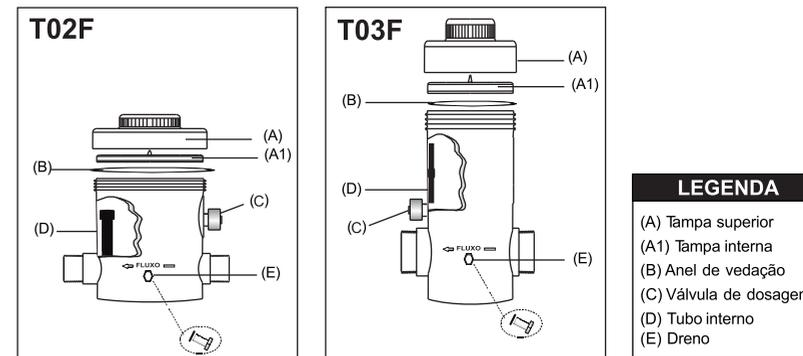

Fig. 03
Acompanhe o funcionamento do dosador analisando diariamente o residual de cloro livre na água da piscina e ajustando a válvula de dosagem (C, fig. 03) para que esse residual se mantenha sempre entre 2 e 4 ppm (piscinas residenciais) ou no nível determinado pela autoridade sanitária competente (piscinas coletivas).
- Gire a válvula (C, fig.03) no sentido anti-horário.
- Gire a válvula (C, fig.03) no sentido horário.
Feche a válvula de dosagem de cloro (C, Fig. 03) durante as aspirações da piscina para evitar entupimento da mesma.
Inspeção periodicamente o anel de borracha da tampa (B, Fig 03). Em caso de necessidade, substitua-o.
No caso de vazamento na válvula de dosagem de cloro (C, fig. 03), proceda à troca dos seus anéis de borracha conforme as seguintes instruções:
2. Instale o DOSADOR GENCO® observando o esquema de conexões abaixo. Cuidado para não inverter o dosador; observe a seta indicando o sentido do fluxo (← FLUXO →) no corpo do dosador; a válvula de dosagem de cloro (D, fig. 03) deverá estar voltada para o lado de onde procede a água do filtro, logo em seguida à válvula de retenção. Evite aperto excessivo das conexões.
(As letras entre parênteses referem-se à ilustração da fig. 03)